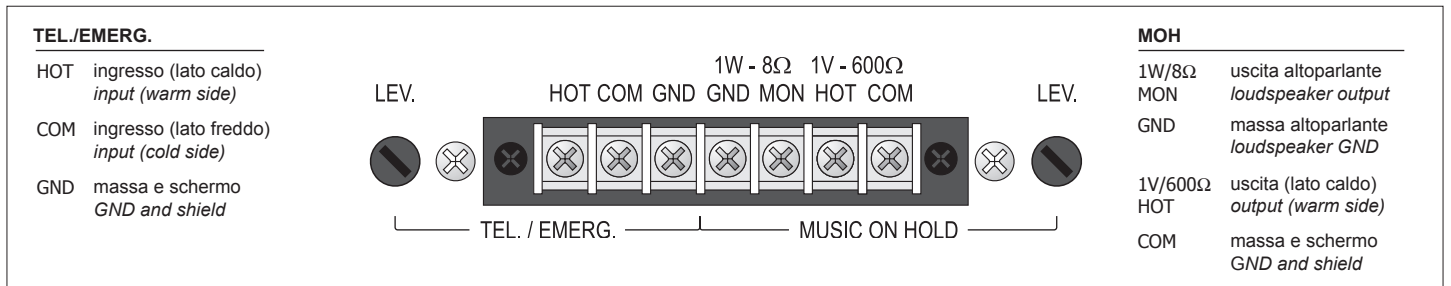

Fig. 4.8.1
A questi morsetti (25) è disponibile il segnale della sola sorgente selezionata sugli ingressi ausiliari (20); tale segnale non è soggetto all'azione di precedenza microfonica o telefonica. In particolare, l'uscita bilanciata a trasformatore (morsetti COM-HOT di fig. 4.8.1) può essere utilizzata per il pilotaggio di un ulteriore amplificatore, di un centralino telefonico od altro. L'uscita di potenza (morsetti MON-GND) è in grado di pilotare direttamente un piccolo altoparlante monitor da 8 ohm con potenza massima di 1 W.
The signal of the only source selected on the auxiliary inputs (20) is available on these terminals (25). This signal is not affected by the use of telephone precedence. In particular, the balanced transformer output (strips COM-HOT, Fig. 4.8.1) can be used to drive an additional amplifier, a telephone exchange or other equipment. The power output (terminals MON-GND) is capable of driving directly a small 8 ohm monitoring loudspeaker with a maximum output of 1 W.